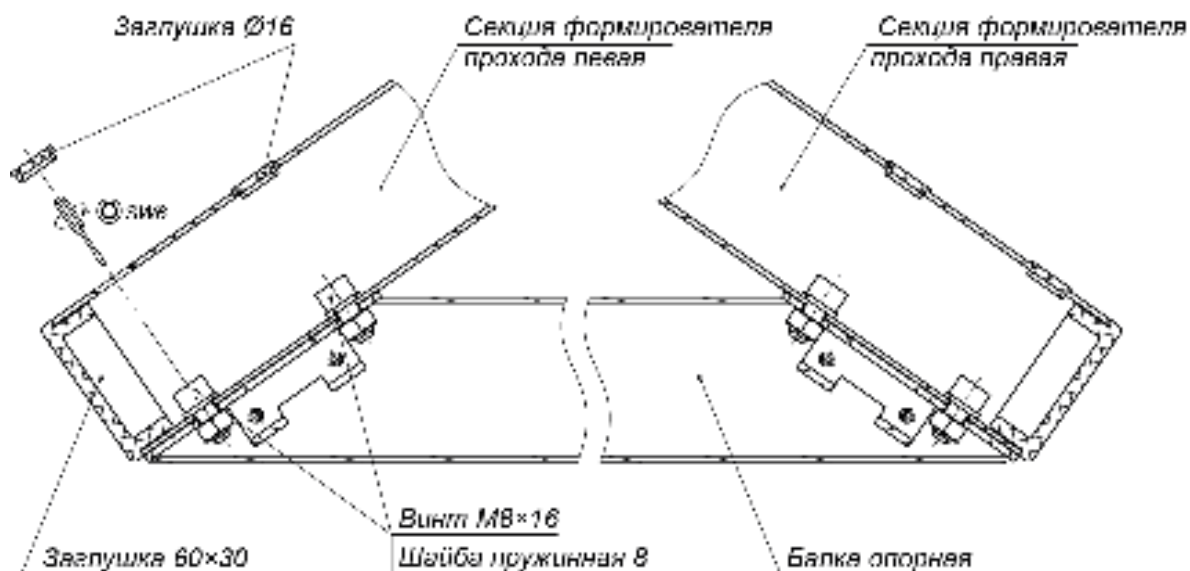
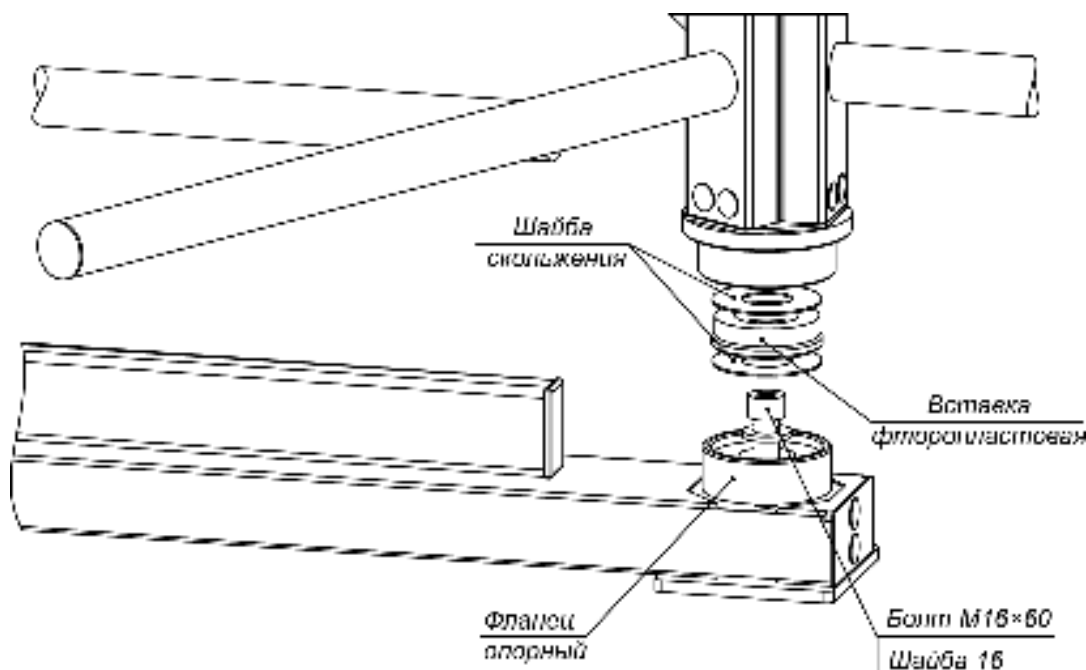

Рисунок 12. Крепление балки опорной (7) к секциям (6) формирователя прохода
Рисунок 13. Нижний узел вращения ротора (3)
3. Выполните на установочной поверхности разметку отверстий для монтажа турникета. Используйте шаблон из комплекта поставки, но затем обязательно проверьте истинность расстояний в соответствии с рис. 12.
индикации формирователей должны быть развернуты от оси симметрии (см. рис. 12) и учтено расположение на секциях мест крепления опорной балки (см. рис. 13).
9. Установите балку опорную (7) на секции (6) формирователя прохода:
- Закрепите балку опорную на секциях формирователя прохода четырьмя болтами М8×16 (ключ SW6) из комплекта сборочно-монтажных принадлежностей (ящик №4). При уличном монтаже стыки опорной балки с секциями формирователя прохода рекомендуется герметизировать, используя атмосферостойкий силиконовый герметик по инструкции производителя (см. рис. 13).
10. Распакуйте стойку с преграждающими планками (5) (ящик №4).
11. Установите стойку с преграждающими планками (5) (работайте вдвоем!):
- Для варианта прокладки кабелей питания и управления через кабельные каналы в установочной поверхности снизу: положите стойку с преграждающими планками (5) на установочную поверхность таким образом, чтобы опорный фланец находился рядом с зоной отверстия А. Затем, используя монтажную проволоку, протяните кабели через нижнее отверстие в преграждающей стойке со стороны фланца вверх по стойке до ее верхнего отверстия. Выпуск кабелей на выходе из верхнего отверстия должен составлять 0,8 - 1,0 м. Временно зафиксируйте концы кабелей на верхней планке преграждающей стойки (к примеру, с помощью липкой ленты).
- Установите стойку с преграждающими планками на отверстия с анкерами в установочной поверхности по оси симметрии, при этом фланец должен встать на зону А, а место нижнего узла вращения (3) – на отверстие с анкером М16 (см. рис. 12).
- Окончательно затяните анкерные болты крепления к установочной поверхности опорных фланцев стойки с преграждающими планками (5) и фланцев секций (6) формователя прохода. При возникновении перекосов в силовых элементах конструкции турникета допускается использовать монтажные прокладки.
- Закройте пластиковыми заглушками Ø16 отверстия для болтов соединения секций ротора (2) и отверстия крепления балки опорной (7) к секциям (6) формователя прохода (см. рис. 13 и 20).